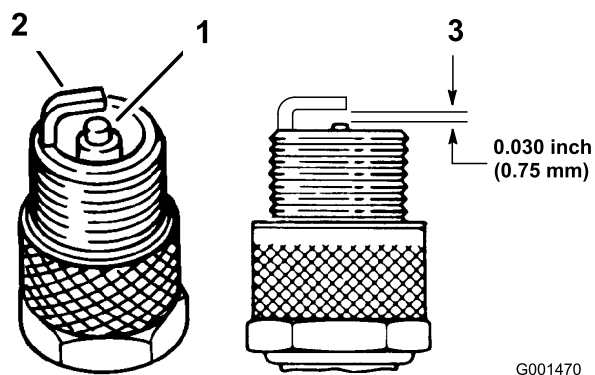

Figure 36
3. Vérifiez l'état des électrodes latérale et centrale, ainsi que l'isolateur central (Figure 36).
4. Réglez l'écartement entre les électrodes centrale et latérale à 0,762 mm (Figure 36).